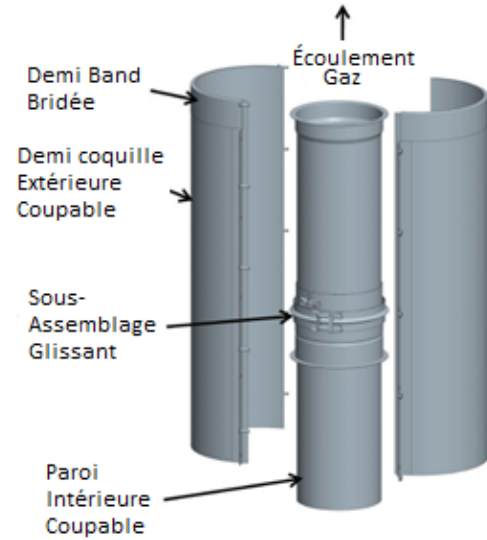

Figure 10- Longueur Variable (LV)
La longueur variable (LV) a une fonction principale : Il permet de combler des longueurs autres que les longueurs standard. Il ne doit pas être utilisé pour la compensation thermique. Il contient un petit assemblage avec une bande de retenue bridée sur la paroi coulissante intérieure. Voir figure 10.